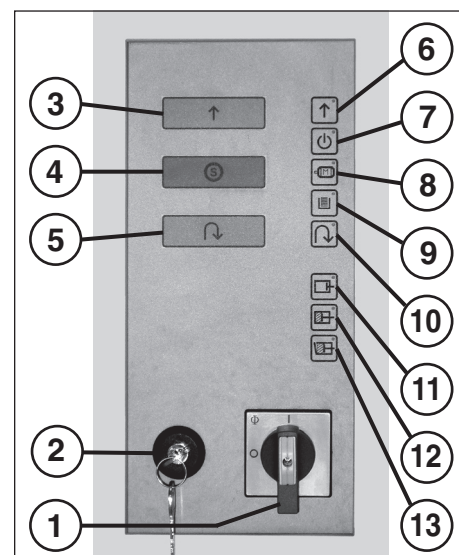

fig. 6
- Déverrouiller le commutateur de verrouillage (2) et appuyer sur le poussoir « Avance mécanisme de coupe » (3) (fig. 6).
DESTRUCTEUR DE DOCUMENTS (fig. 6):
ÉLÉMENTS DE COMMANDE (fig. 6, 7 et 8):
1 = Interrupteur général (arrêt d'urgence) (fig. 6)
2 = Commutateur de verrouillage (fig. 6)
« Avance mécanisme de coupe » (fig. 6)
« Arrêt mécanisme de coupe » (fig. 6)
« Recul mécanisme de coupe » (fig. 6)
« Prêt à fonctionner » (fig. 6)
« Défaut moteur » (fig. 6)
« Bourrage en sortie » (fig. 6)